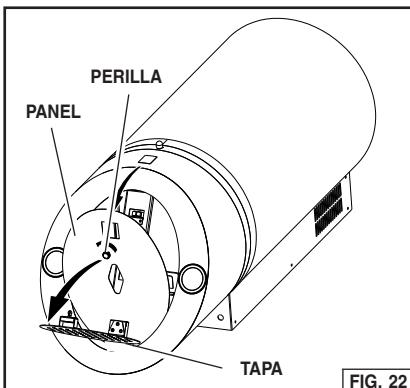

FIG. 22
- Inserte el filtro de grasas. Fig. 22.
- Cierre la tapa inferior y retire todo el revestimiento de protección. Fig. 22.